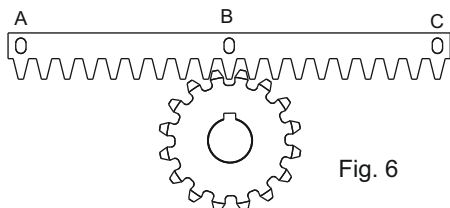
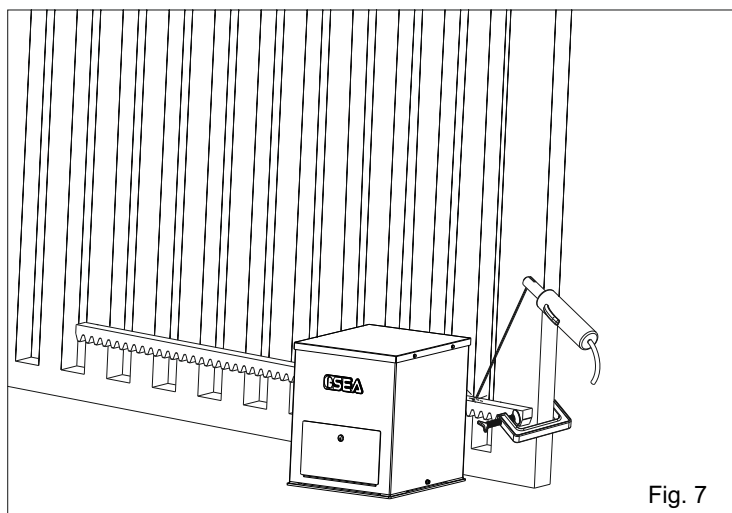

Fig. 6
Fig. 7
**5.3.** Apoyar el elemento de cremallera al piñon dentado del motoreductor en modo que resulte paralela la guía a nivel del suelo de la cancela y posicionandolo como en Fig. 6 y puntar con electrosoldadura la lengüeta central B a la estructura de la cancela (Fig. 7).